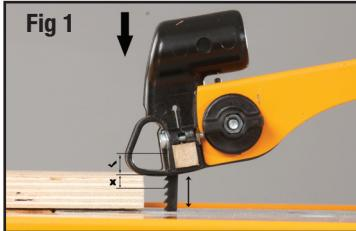

Fig 1
- Pas de arm altijd aan, aan de dikte van het hout. Maak de arm los, laat de steun rusten op het hout (nu is het op de juiste plaats), en zorg dat de arm weer goed vast gedraaid wordt. (Fig. 1)